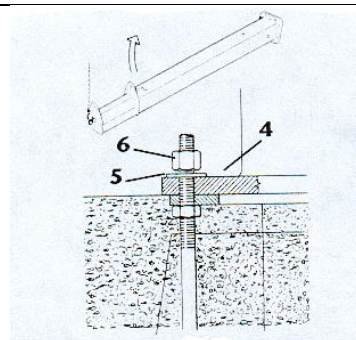

fig. 27
3. Erigere la colonna priva di braccio, sollevandola nella parte superiore con idonee attrezzature dopo averla imbracata come indicato, montarla sulla cornice di fondazione posizionando correttamente la piastra di base **4** e accostare i dadi **6**, previa interposizione delle relative rondelle piane **5** (fig. 27).